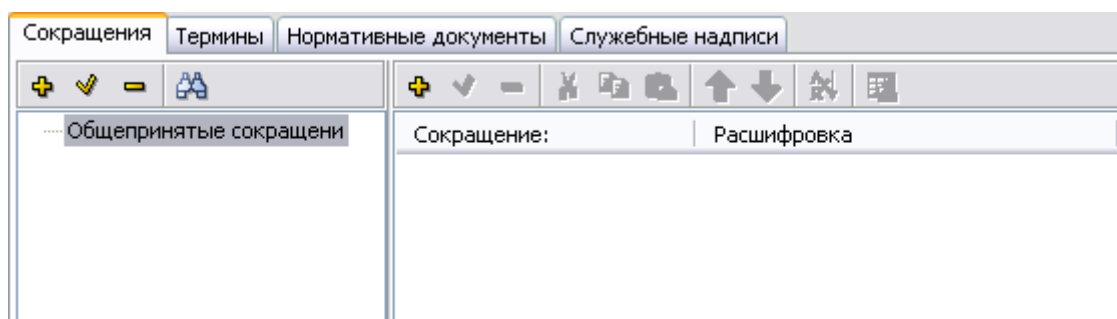

Рис. 3.50
4. Нажмите на кнопку . При этом в левом окне редактора появится название словаря (Рис. 3.50).